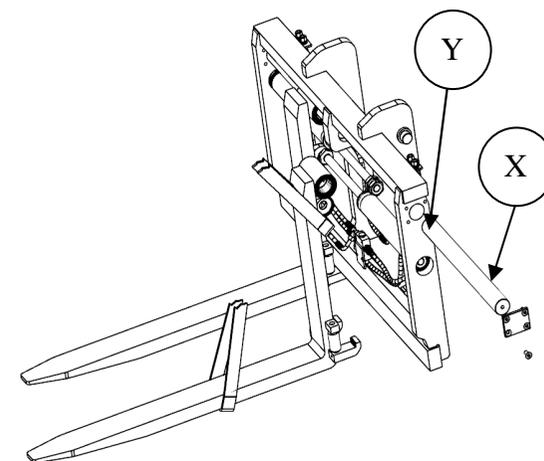

Fig.006
- 2.3.2 Togliere il coperchio "X" allentando le 4 viti M12 con chiave a brugola da 8 mm . (Fig.006)
- 2.3.4 Sfilare il tondino "Y". (Fig.006)
- 2.3.5 Sfilare la forca . (Fig.006)
- 2.3.6 Per il montaggio avvicinare in posizione il supporto forca ed inserire il tondo "Y" . (Fig.006)